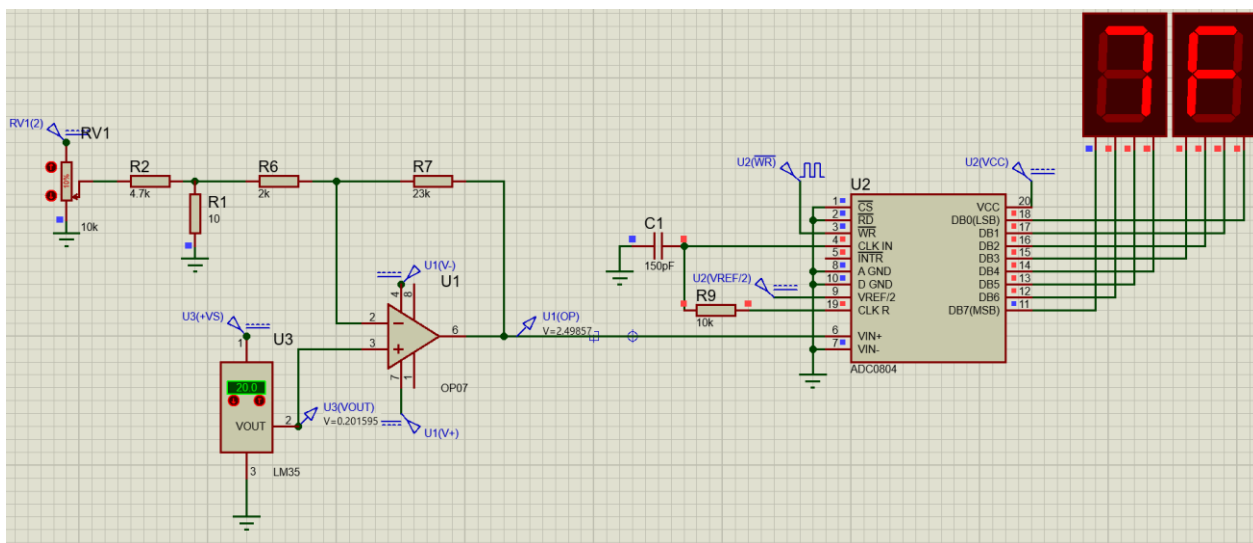

Figura 5: Simularea circuitului pentru valoarea de mijloc a intervalului de temperatură
- **mijlocul intervalului (20°C)** - tensiunea atinge valoarea de 2.5 V la intrarea convertorului, generându-se valoarea 7F (Figura 5)